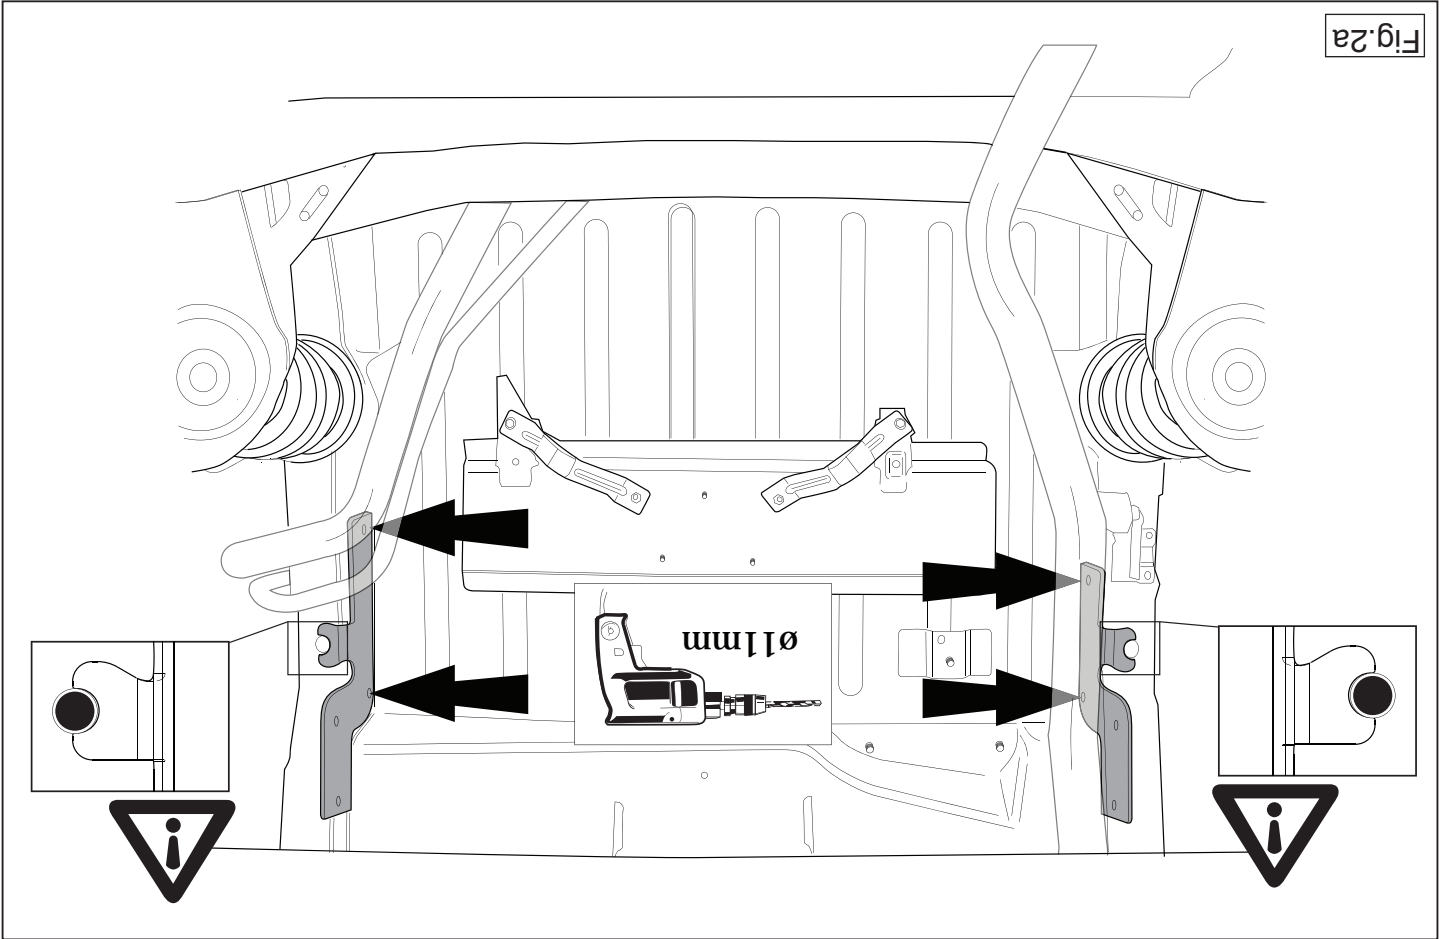

Fig.2a
5. Boor de gaten A rond 11 mm door en door (Zie fig. 2a).
5. Drill holes A all the way through to a diameter of 11mm. (See fig. 2a)
5. Die Löcher A mit einem Durchmesser von 11 mm durchbohren (siehe Abb. 2a).
5. Percer les trous A de 11 mm de diamètre, de part en part (voir la fig. 2a).
5. Borra hålen A med en diameter på 11 mm (se fig. 2a).
5. Bor hullerne A 11 mm op og helt igennem (Jævnfør fig. 2a).